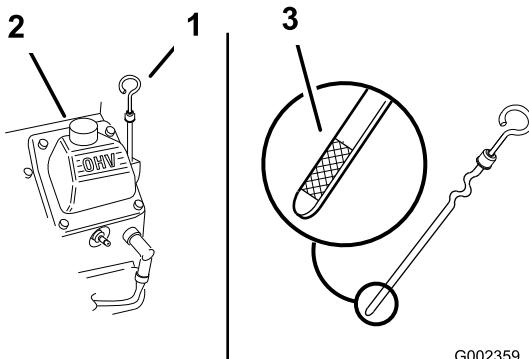

图19
3. 清洁量油尺周围的区域（图19）、防止灰尘落入注油孔并损坏发动机。
4. 拧下量油尺、并将端部擦拭干净（图19）。
5. 将量油尺完全滑入加油管、但切勿旋回管子（图19）。
6. 慢慢向加油管（图19）注入规定油量的大约 80%。